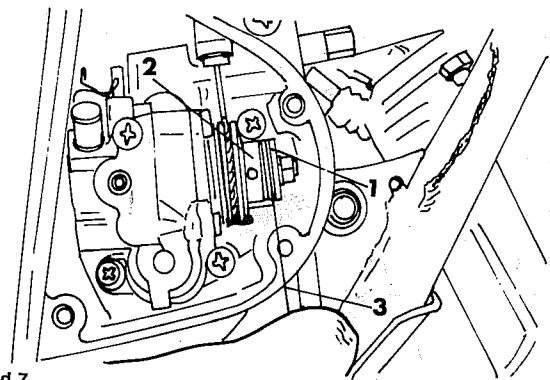

Bild 7
- Den Abstand zwischen der Erhöhung an der Pumpenseilscheibe und der Einstellscheibe mit einer Fühlerlehre messen (Bild 7).